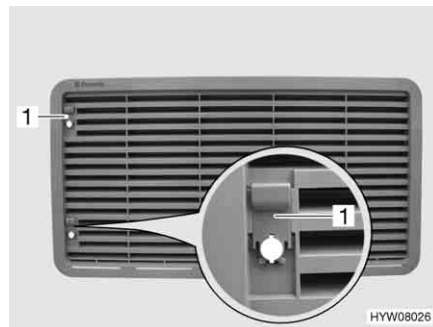

Bild 167 Kylskåpets ventilationsgaller (med spjäll)
- Skjut upp spjället (Bild 167,1).